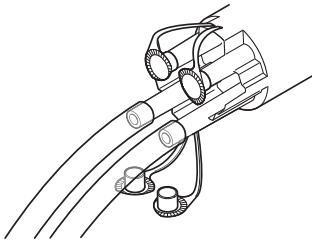

图 4 将抽吸管连接到多通道接头上
3. 将抽吸管连接到多通道接头端口(图 4)。根据需要，使用5/16英寸(7.9 mm)内径抽吸管，或使用带5/16英寸(7.9 mm)内径转接头的 1/4 英寸(6.4 mm)内径抽吸管。